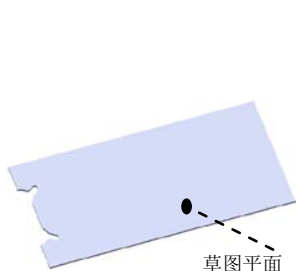

图 5.6 切除-拉伸 1
Step4. 创建图 5.6 所示的切除—拉伸 1。
(1) 选择命令。选择下拉菜单 **插入(I)** → **切除(C)** →  **拉伸(E)...** 命令。
(2) 定义特征的横断面草图。
① 定义草图平面。选取图 5.6 所示的模型表面作为草图平面。